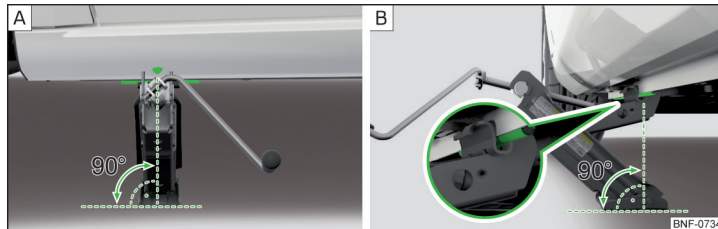

Fig. 123 Montering af donkraft
- Sørg for, at donkraftens bundplade står på et lige underlag med hele fladen, og at donkraften befinder sig i lodret position i forhold til løftepunktet » Fig. 123 – [A].
- Stil donkraften under løftepunktet, og drej den så højt op med håndsvinget, at dens griber tager fat i kanten » Fig. 123 – [B].